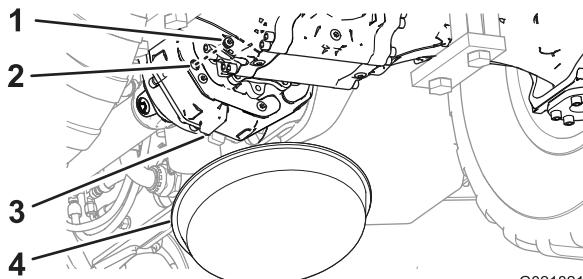

Figure 72
- Placez un bac de vidange sous la partie arrière du carter de la boîte de transmission (Figure 72).
- Retirez le bouchon-indicateur de niveau de la boîte de transmission (Figure 72).
- Regardez par l'orifice du bouchon-indicateur pour vérifier que l'huile dans la boîte de transmission atteint le bas du filetage de l'orifice (Figure 72).
- Revissez le bouchon-indicateur dans l'orifice du bouchon-indicateur de la boîte de transmission (Figure 72).